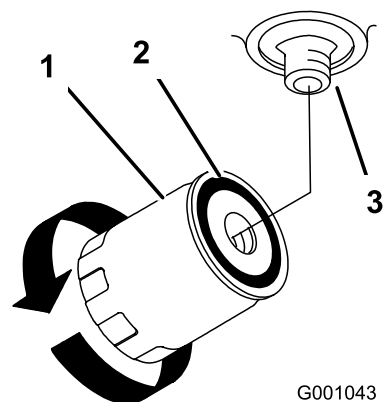

Figura 80
4. Aplique una capa fina de aceite hidráulico a la junta de goma del filtro nuevo (Figura 80).
7. Llene el depósito de aceite hidráulico con aceite hidráulico hasta que éste rebose por encima del filtro, gire el filtro en el sentido de las agujas del reloj hasta que la junta de goma entre en contacto con el adaptador del filtro, luego apriete el filtro media vuelta más (Figura 80).